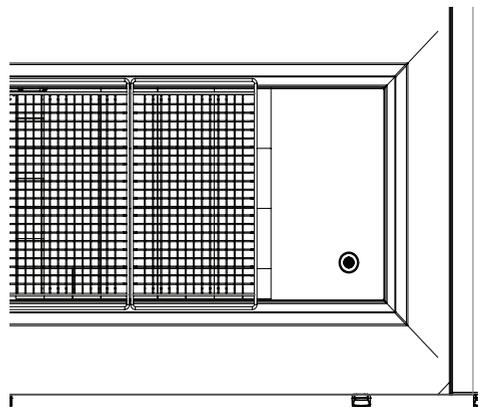

fig.17
***C'est pourquoi il est une procédure standard d'opération d'assurer régulièrement que le filtre de drainage fig. 17 est propre et exempt de saletés et de déchets.***